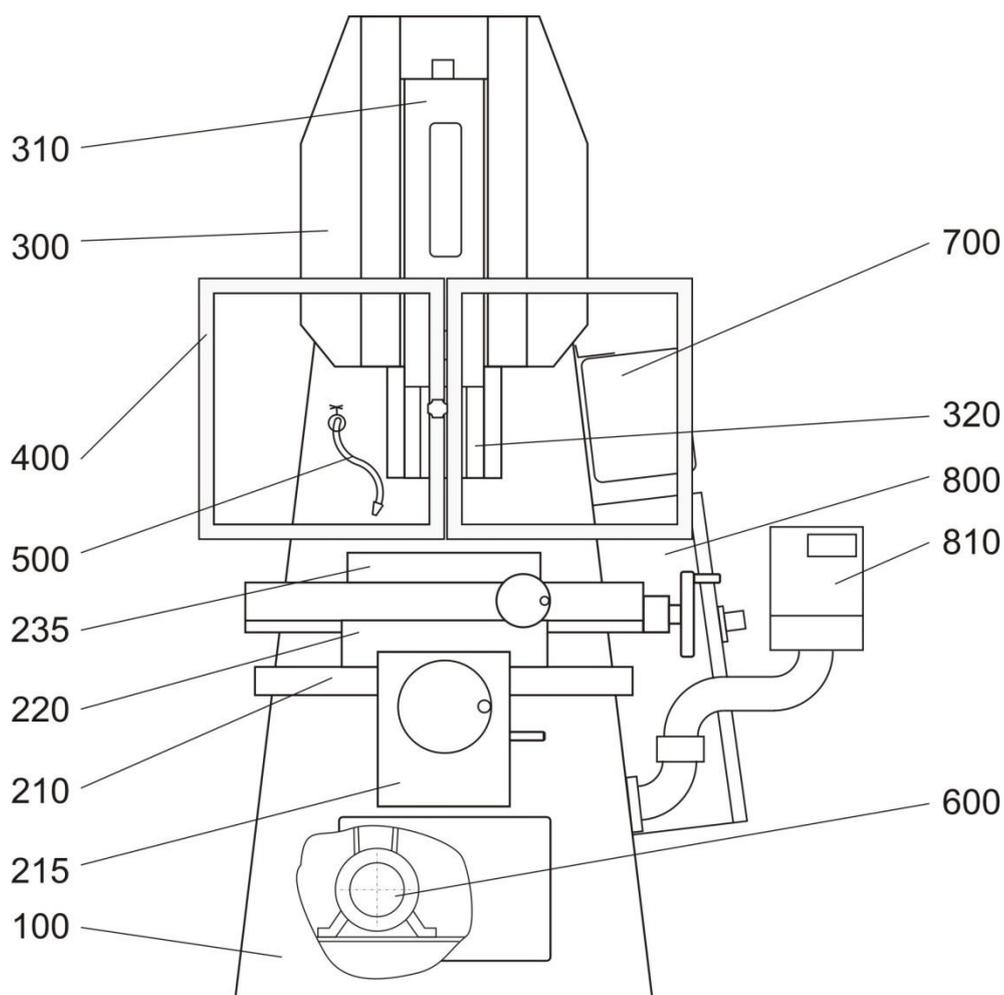
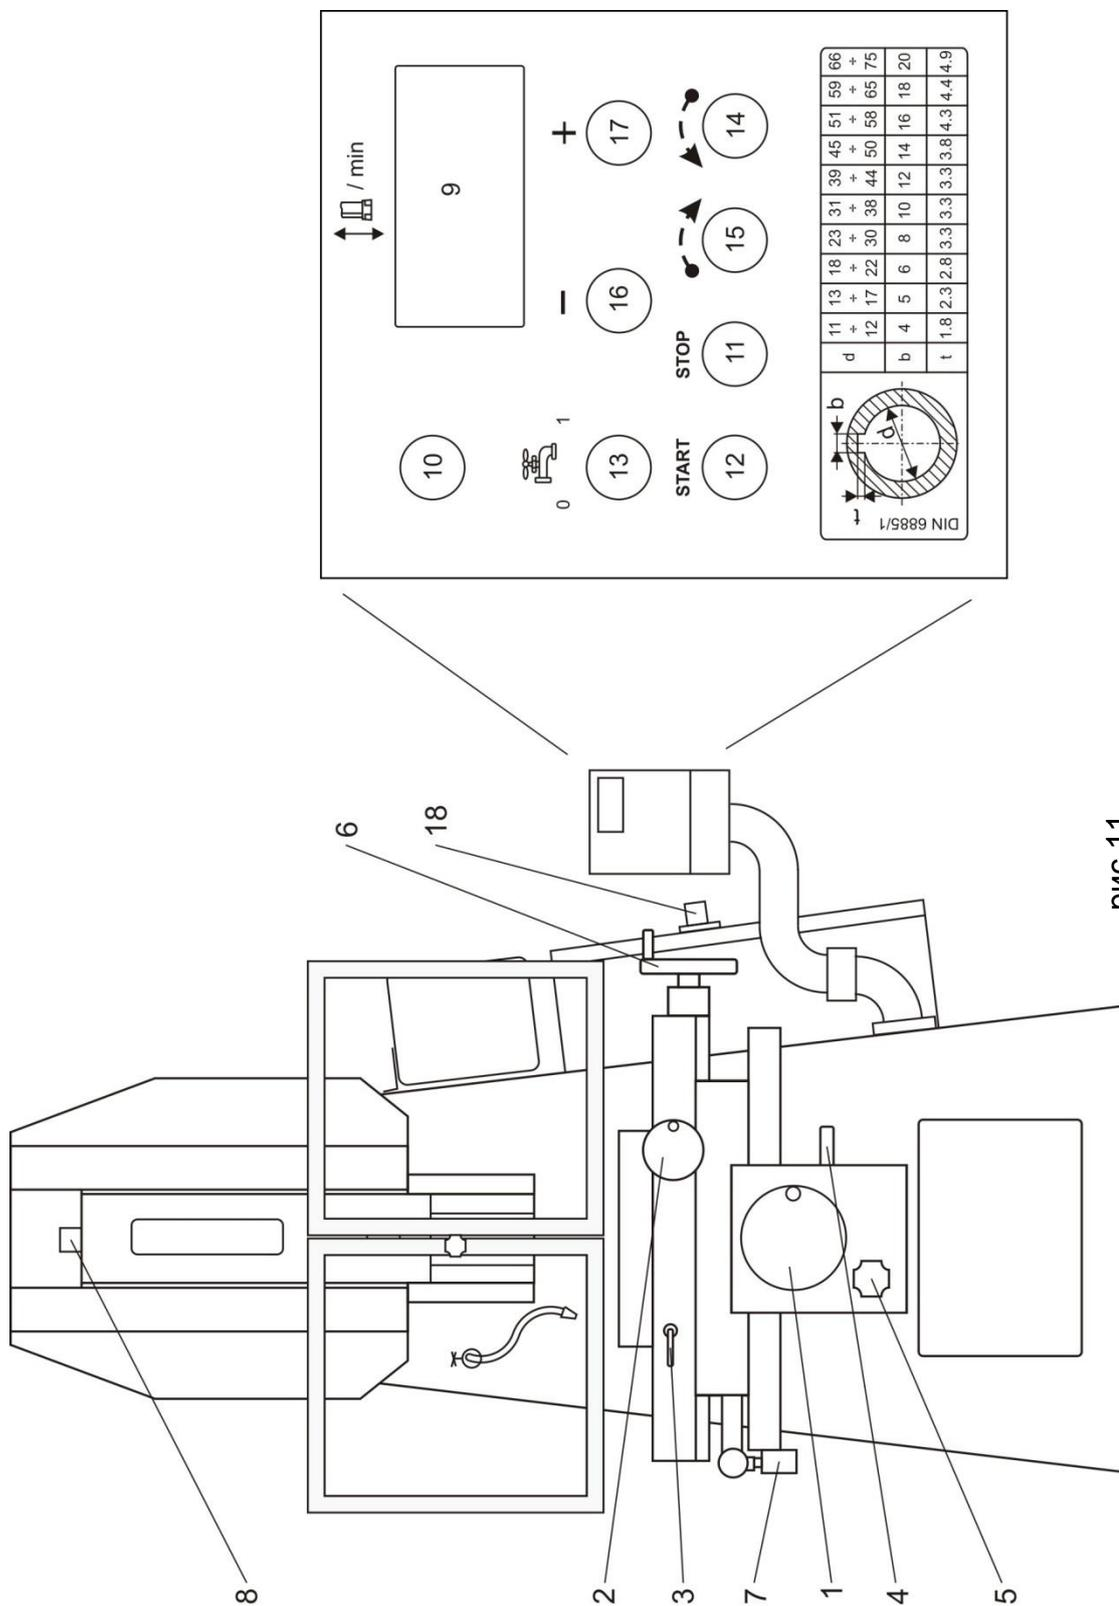
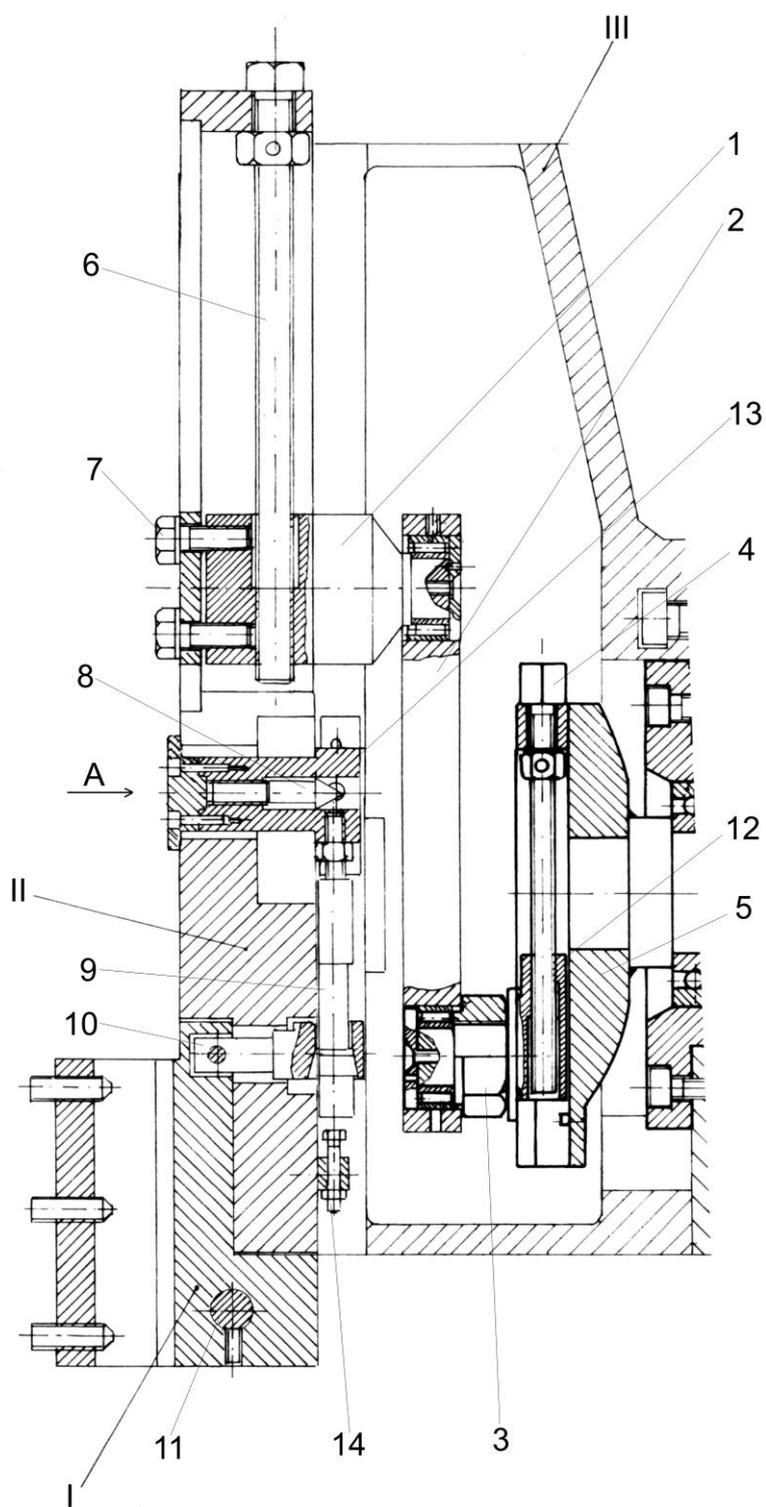
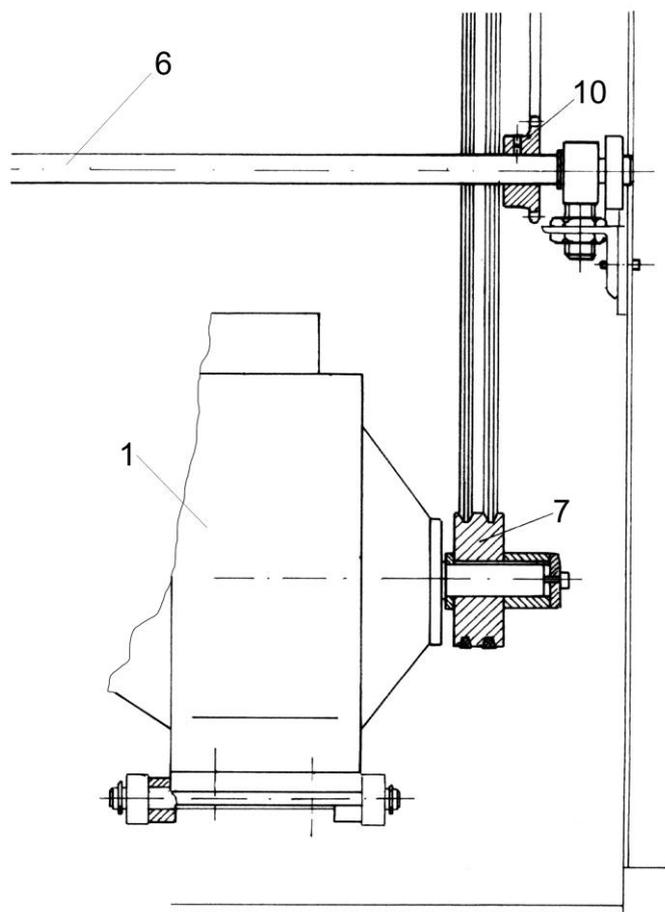

рис. 10
рис.11
рис. 15
рис. 16
На рис.10 показан общий вид машины, при этом обозначения 100 – 810 определяют основные узлы (группы).
На рис.11 показаны органы управления.
На рис.10 числом "100" обозначен корпус машины. На него установлены все узлы, он обеспечивает стабильность машины при работе. Конструкция корпуса изготовлена из стальной жести.
На рис.10 числом "210" обозначена станина крестообразного суппорта. На нее установлены промежуточная каретка и вращающийся стол.
На рис.10 числом "215" обозначена распределительная коробка. Ее основное назначение – осуществление автоматической поперечной подачи стола.
Распределительная коробка приходит в движение с помощью вала 1. В передней части вала установлен эксцентрик 2 с радиальным шариковым подшипником 3. При вращении вала 1 подшипник выталкивает вертикально вверх коромысло 5. Оно, в свою очередь, упирается в эксцентрик 4, который связан с рукояткой изменения величины автоматической поперечной подачи (поз.5, рис.11). Чем выше эксцентрик 4 поднимает коромысло 5, тем больше подшипник 3 при вращении поднимает его вверх, т.е. коромысло и приходящая в движение с его помощью рейка 6 имеют соответствующий ход.
На рис.10 числом "220" обозначается промежуточная каретка. Ее основное назначение – соединение посредством двух взаимно перпендикулярных направляющих станины и стола машины. С помощью направляющей станины промежуточная каретка вместе с узлами, находящимися на них, перемещаются в направлении от работника к машине (поперечно), а по другой направляющей стол перемещается продольно. Продольное движение осуществляется только вручную с помощью маховика 6 – рис.11, а поперечное – вручную или автоматически с помощью распределительной коробки. Автоматическое движение производится только в направлении от работника к машине.
На рис.10 числом "235" обозначается вращающийся стол. Принципиальной разницы в конструкции между S200TG1 и S315TG1 нет. Различия только в размерах. Диаметр стола серии S200TG1 - 315 мм, а серии S315TG1 – 450 мм.
На рис.10 числом "300" обозначена головка машины. Ее основное назначение – держать салазки с резцедержателем, в который установлен рабочий инструмент. Посредством своих направляющих он обеспечивает их надежное и без зазора ведение при движении.
Числом "310" на рис.10 и II на рис.15 обозначены салазки с держателем инструмента машины. Они совершают возвратно-поступательные движения и имеют резцедержатель. Точно прилегают к ведущим поверхностям головки. Их рабочий ход можно настроить от 0 до, соответственно, 205 мм – для серии S200TG1, и 320 мм – для серии S315TG1.
Увеличение и уменьшение хода салазок с держателем инструмента происходит следующим образом – рис.15:
1. Удалить защитное окошко, которое находится справа головки. С помощью черных кнопок пульта повернуть кулису 5 машины таким образом, чтобы гайка 3 – рис.15, заняла положение напротив окошка.
Для этого требуется выполнить следующие операции – рис.15:
На рис.10 числом "320" обозначен резцедержатель машины. На рис.15 он обозначен символом I. Резцедержатель имеет отводящее устройство, которое позволяет при движении салазок с держателем инструмента вверх (нерабочее движение) отделить резец от поверхности канала во избежание трения.
На рис.10 числом "400" обозначено защитное ограждение рабочей зоны машины.
На рис.10 числом "500" обозначена система охлаждения. Резервуар для охлаждающей жидкости установлен на специальную стойку на корпусе (впереди слева). Его обслуживание возможно после открывания передней крышки машины. С помощью насоса на крышке резервуара охлаждающая жидкость поступает к торцевой промежуточной стенке корпуса и затем – в рабочую зону. Отработанная жидкость через боковые каналы собирается на станине и через отверстие в ней возвращается в резервуар. В зависимости от интенсивности эксплуатации машины, в частности, системы охлаждения, на определенные отрезки времени резервуар подлежит демонтажу для чистки и замены охлаждающей жидкости. Необходимое количество жидкости – совсем минимальное, и оно регулируется с помощью крана.
На рис.10 он обозначен числом "600". Главный двигатель 1 (рис.16) установлен на специальную подвеску корпуса. Движение от шайбы 7 к шайбе 8 и затем – к редуктору 3 передается с помощью ремней. Редуктор имеет передаточное